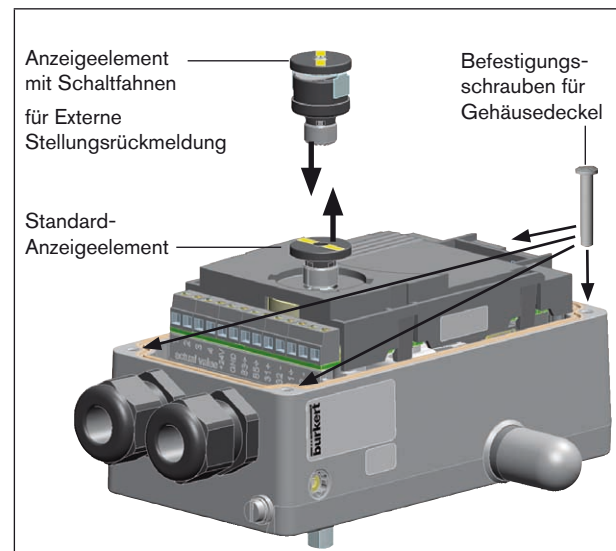

Bild 1: Anzeigeelement austauschen
- Das Standard-Anzeigeelement von der Spindel abziehen (siehe Bild 1:).
- Das Anzeigeelement mit Schaltfahnen für die Externe Stellungsrückmeldung bis zum Anschlag auf die Spindel schieben (siehe Bild 1:).